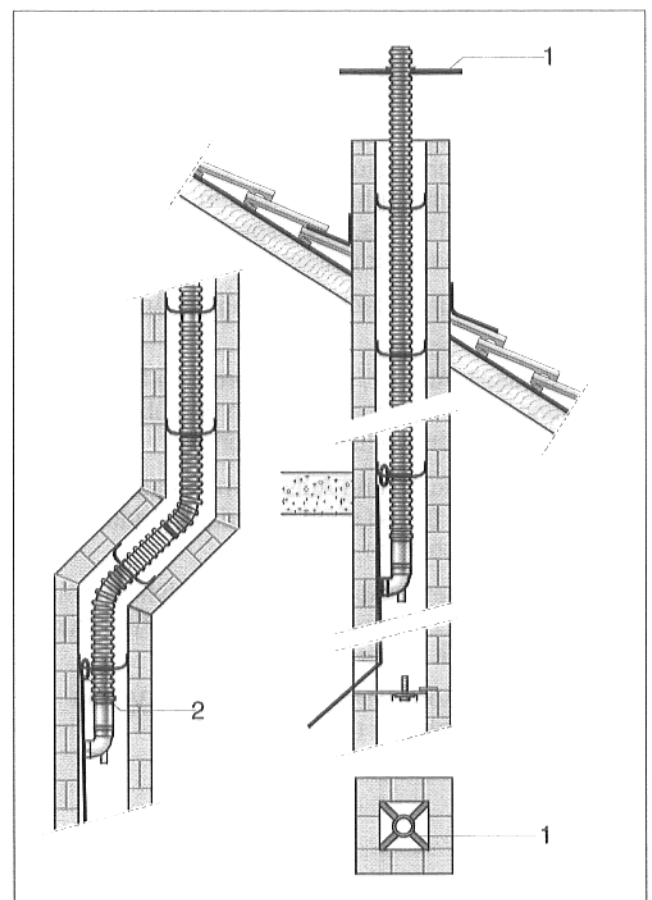

Abb. 15 Rohrmontage
- Abstandshalter aufspreizen (Abb. 15, Pos. 1) und über das ÜB-Flex-Kunststoffrohr schieben. Abstandshalter sollten alle 3 m installiert werden.
- Montageseil am untersten Abstandshalter befestigen (Abb. 15, Pos. 2). Das Montageseil sollte mindestens 3 m länger als die Gesamthöhe des Schornsteines sein.